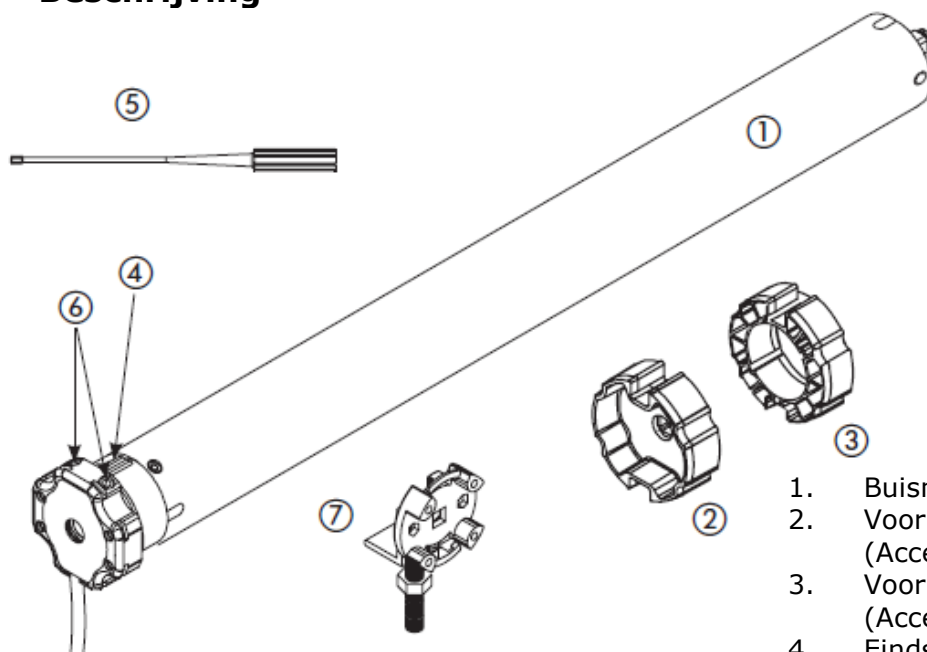

Fig. 1
1. De meenemer en adapter (Fig. 1 ref. 2 en 3) die het meest geschikt zijn voor de as die moet worden aangedreven.
2. De motorsteun die het meest geschikt is voor de toepassing (Fig. 1 ref. 7).